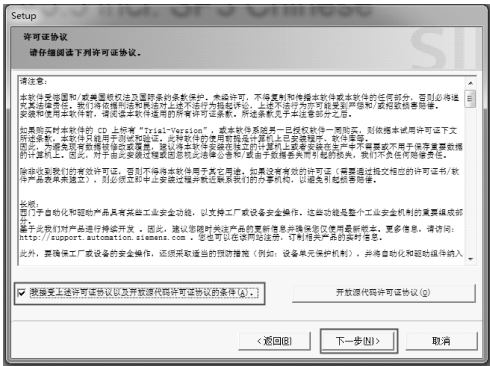

图 3-2 接受许可证协议
2) 勾选“我接受上述许可证协议及开放源代码许可证协议的条件 (A)”，单击“下一步”按钮，如图 3-2 所示。